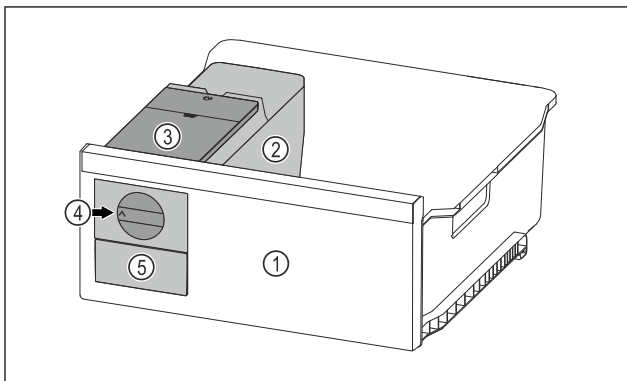

Fig. 125 Représentation à titre d'exemple
- ▶ Tourner le bouton rotatif Fig. 125 (4) dans le sens horaire jusqu'à la butée.
- ▷ Les glaçons tombent du bac à glaçons dans le tiroir à glaçons Fig. 125 (5).